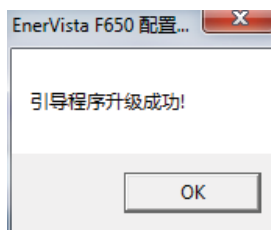

Figure 5-21: 引导程序软件升级成功
17. 指定以太网参数后，引导程序的升级即完成 (Figure 5-21)。